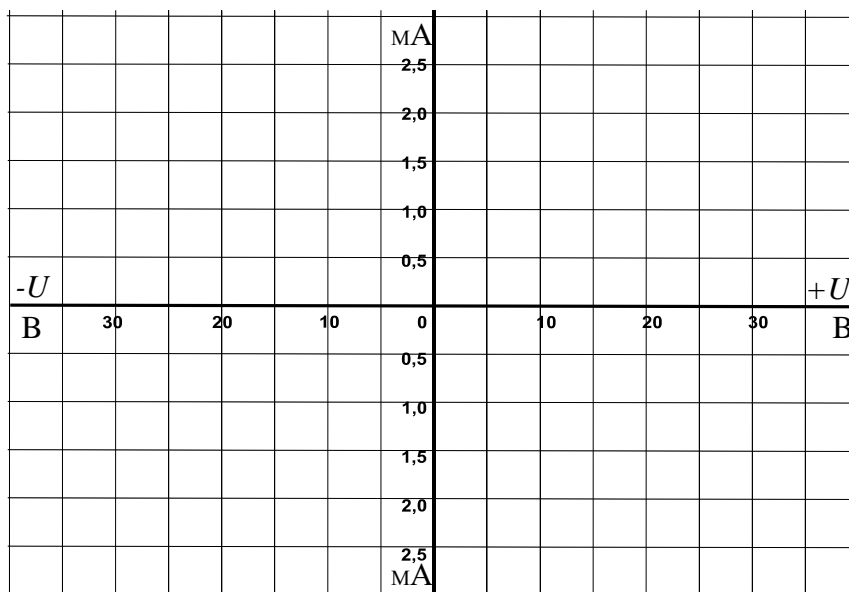

Рисунок 5
1.6. На графике (рис. 5) постройте кривую зависимости тока от напряжения.